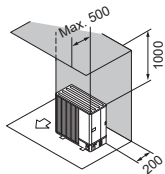

Fig. 2-7
- (2) Obstructions ou surfaces non dégagées à l'arrière et au-dessus uniquement (Fig. 2-7)